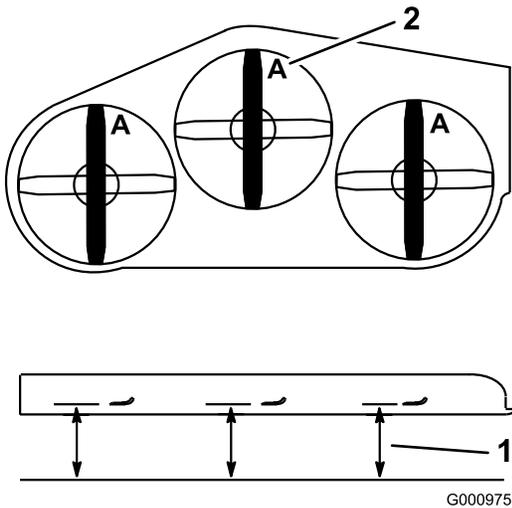

Figura 88
- Meça desde uma superfície nivelada até à extremidade de corte, posição **A**, das lâminas (Figura 88).